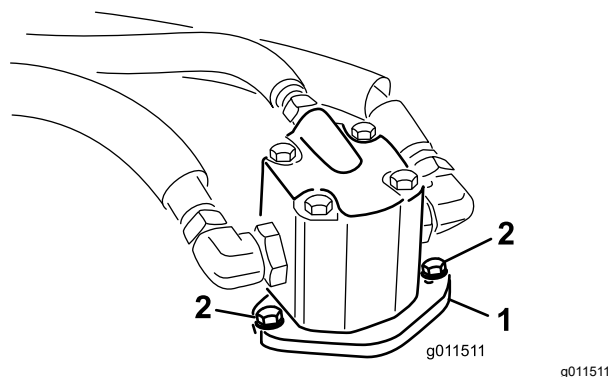

Figura 81
4. Retire los pernos que sujetan el motor hidráulico a la unidad de corte (**Figura 81**).